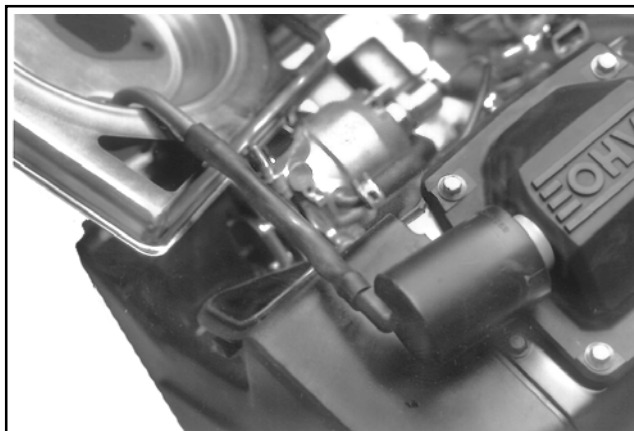

Figura 9-9. Scollegamento del flessibile di sfiato dalla base.
5. Scollegare il tubo di sfiato dal nipplo sul lato inferiore oppure il flessibile dalla base (se presente). Vedere Figura 9-9.